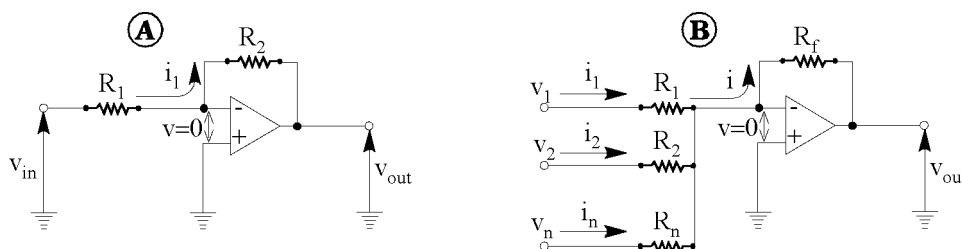

Fig.2.1 - Configurazioni invertenti. Circuito base (A); circuito sommatore (B).
Si consideri lo schema circuitale di Fig.2.1(A), dove l'uscita viene riportata al morsetto invertente (-) tramite la resistenza R_2 . Nell'ipotesi che l'amplificatore operazionale abbia un comportamento ideale, il morsetto invertente (-) assume il potenziale del morsetto non invertente (+) che è posto a massa. Infatti, nel funzionamento lineare, se il guadagno intrinseco dell'amplificatore operazionale è infinitamente grande, a una tensione finita in uscita v_{out} deve corrispondere una tensione nulla in ingresso, fra i morsetti invertente e non invertente.
Il circuito riportato in Fig.2.1(B) è un'estensione del caso in (A) e realizza la funzione di sommatore. Per esso risulta infatti:
Quanto detto per i valori istantanei, si può generalizzare al regime sinusoidale, sostituendo alle resistenze R_1 ed R_2 di Fig.2.1(A) le impedenze generiche Z_1 e Z_2 . In tal caso il guadagno della configurazione reazionata $A_{Vf} = -Z_2/Z_1$ risulta funzione della frequenza.